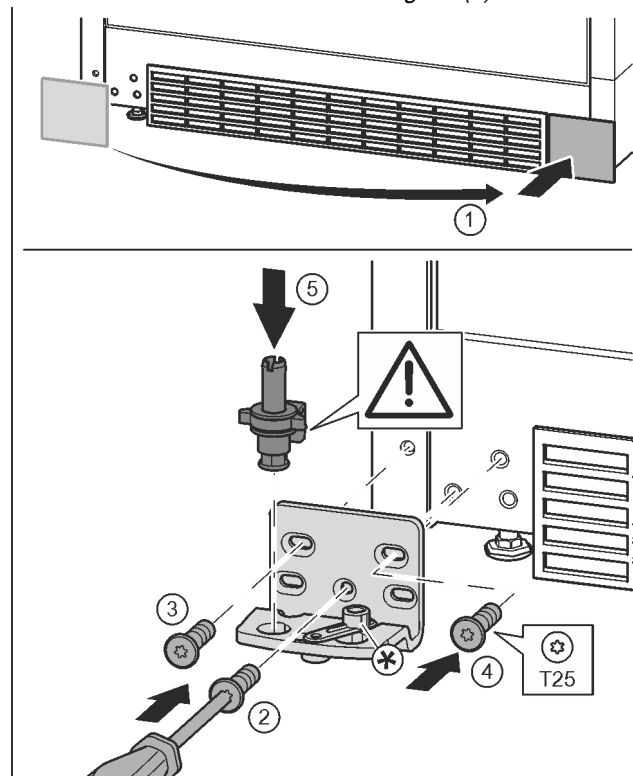

Fig. 18
- ▶ Asportare la copertura e applicarla sull'altro lato. Fig. 18 (1)
- ▶ Applicare il blocco di supporto sull'altro lato e avvitare con un cacciavite T25. Iniziare dalla vite 2 centrale in basso. Fig. 18 (2)
- ▶ Serrare la vite 3 e 4. Fig. 18 (3, 4)
- ▶ Inserire completamente il perno di supporto. Prestare attenzione che l'arresto sia rivolto verso il lato posteriore. Fig. 18 (5)